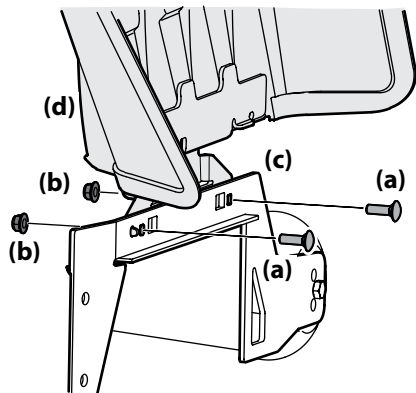

Figura 2-5
- Extraiga los pernos de carro (a) y las tuercas de seguridad con reborde (b) instalados en el soporte de montaje de la plataforma (c). Vea la Figura 2-5.
- Con los elementos de ferretería que extrajo anteriormente, instale el deflector del canal en la plataforma, como se indica en la Figura 2-5.